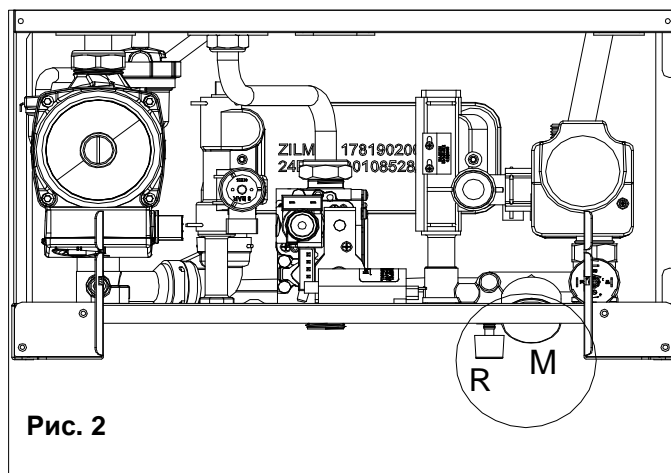
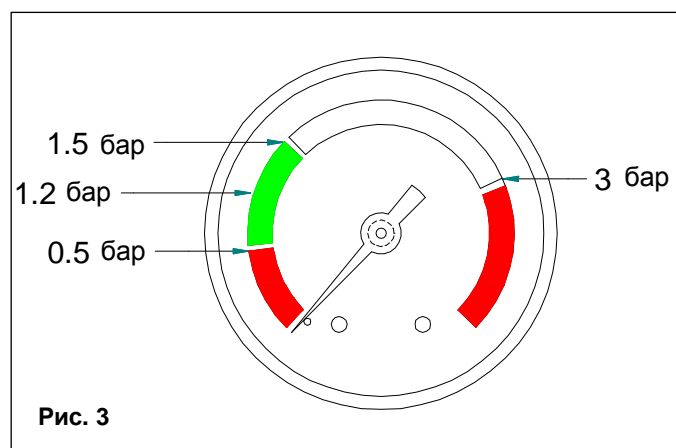

Рис. 2
Рис. 3
Давление воды в контуре отопления следует проверять в течение всего периода эксплуатации котла. В связи с этим показания на манометре **М** (рис. 2), расположенном в нижней части бойлера, не должны быть меньше 1 бар.
Для возобновления нормальной работы системы откройте внешний кран подпитки **R** (рис. 2) и с помощью манометра **М** убедитесь в том, что давление системы достигает половины зеленого сектора (1,2 бар, см. рис. 3) и что на дисплее не горит код H2O.
- Проверьте давление теплоносителя в контуре отопления. Показания на манометре **М** (рис. 3), расположенном в нижней части бойлера, не должны быть меньше 1 бар.